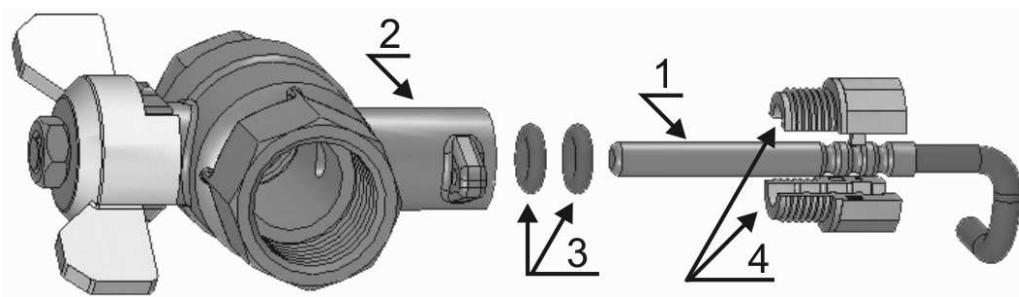

Рисунок 4.4 – Вариант установки термосопротивления в шаровый кран
- термопреобразователь (1) монтируется в специальный шаровый кран (2) с отверстием под термопреобразователь (рисунок 4.4).